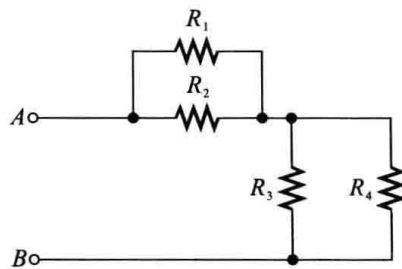

图 6-13
4. 试确定图 6-13 中的并联电阻。
5. 试问图 6-13 中的并联组合是否串联？